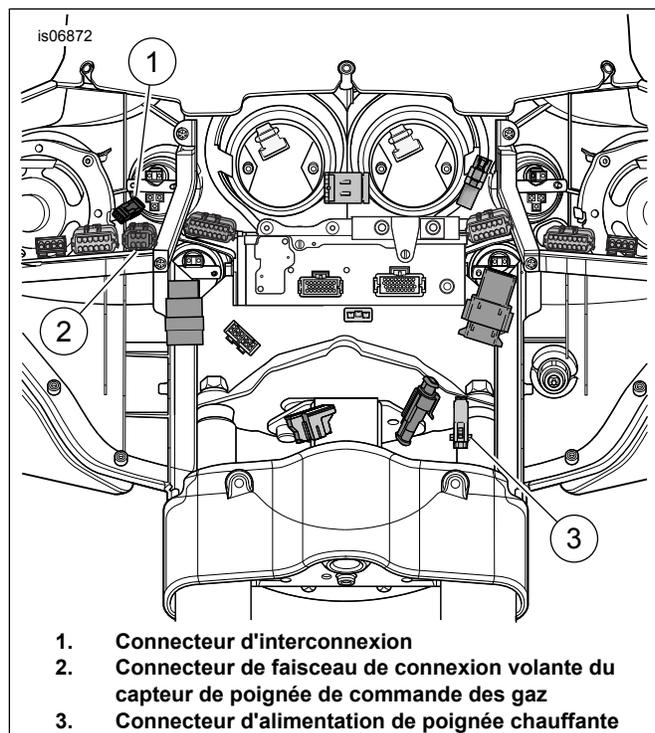

Figure 6. Câblage de carénage (modèles FLH)
2. Voir la figure 6. Connecter la moitié du connecteur d'alimentation de la poignée gauche au connecteur d'alimentation de la poignée (3).
Voir la figure 6. Le connecteur d'alimentation de la poignée (3) est doté d'un embout qui doit être retiré avant de le connecter au câblage du véhicule.
3. Brancher (1) sur le connecteur de poignée de gauche.
- c. Brancher le connecteur de faisceau principal du TGS du faisceau de connexion volante sur le connecteur (2).
- 5. Brancher le côté connecteur de poignée chauffante de la poignée de gauche sur le connecteur d'interconnexion de la poignée chauffante de droite (1).